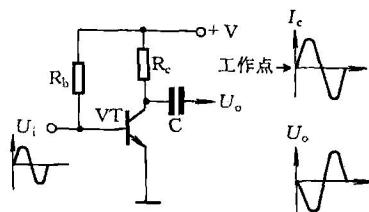

图 1-13
(2) 放大器的负载电阻也是利用电阻器的降压作用的例子。图 1-13 所示晶体管放大电路中，集电极电阻 R_c 即是负载电阻。输入信号 U_i 使晶体管集电极电流 I_c 相应变化，由于 R_c 的降压作用，从 VT 集电极即可得到放大后的输出电压 U_o （与 U_i 反相）。